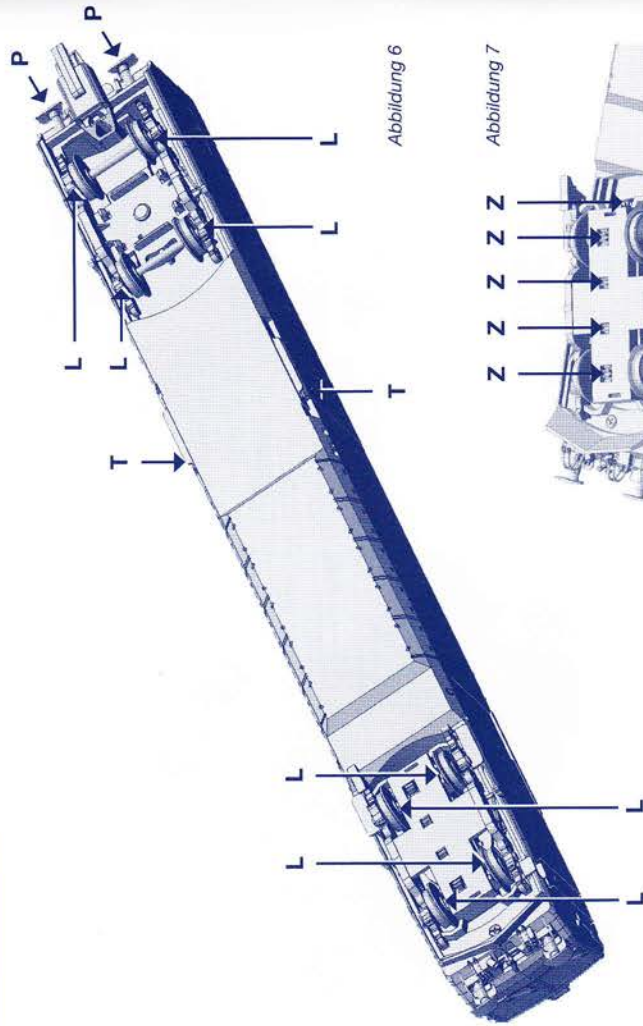

Abbildung 6
Um eine lange Lebensdauer zu gewährleisten sollte der Triebwagen in regelmässigen Abständen gewartet werden. Das Modell muss dazu nicht geöffnet werden. Vielmehr genügt es wie nach (**Abb. 6**) das Modell auf einer weichen Unterlage auf das Dach zu legen, ohne dabei Dachaufsteckteile oder den Pantographen zu beschädigen. Mit einem in Spiritus getränkten Wattestäbchen säubern Sie die Radkontakte, danach reinigen Sie die Räder. Drehen Sie dabei bitte auf keinen Fall die Antriebsräder von Hand durch.
Abbildung 6 siehe nächste Seite
Das Öffnen der Fahrzeuge zum Beispiel zum Ausstatten mit Fahrgästen wird wie folgt ausgeführt: Ziehen Sie bitte mit beiden Daummägeln im hinteren Türbereich (T) gemäß (Abb.6) den Wagenkasten etwas auseinander und drücken dabei mit leichtem Druck der Zeigefinger auf die hinteren Pufferteller (P) den Wagenkasten und Fahrgestell voneinander weg.